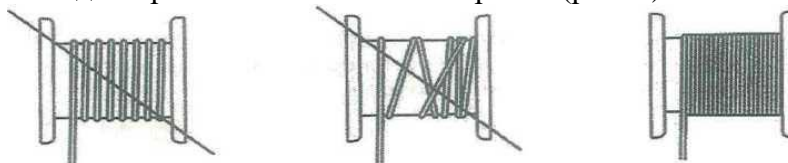

Рис. 3. Трос на барабане лебедки.
- убедитесь, что трос лебедки правильно намотан на барабан (рис. 3).